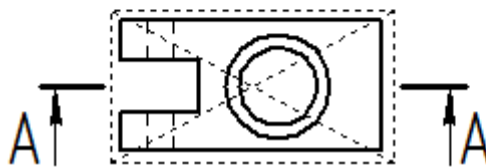

Рис.8
- щелчком ЛКМ выделите обозначение разреза А–А и, удерживая ЛКМ за маркеры, переместите его таким образом, чтобы текст был расположен непосредственно над разрезом (рис. 8). Снимите выделение;